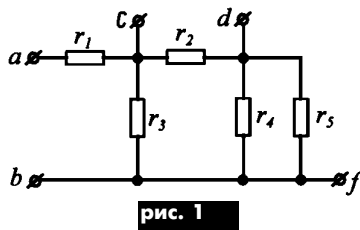

рис. 1
1. Для кола на **рис. 1** знайти еквівалентний опір між затискачами а та b, с та d, d та f, якщо  $r_1=6 \text{ Ом}$ ,  $r_2=5 \text{ Ом}$ ,  $r_3=15 \text{ Ом}$ ,  $r_4=30 \text{ Ом}$ ,  $r_5=6 \text{ Ом}$ . (5 оч.)